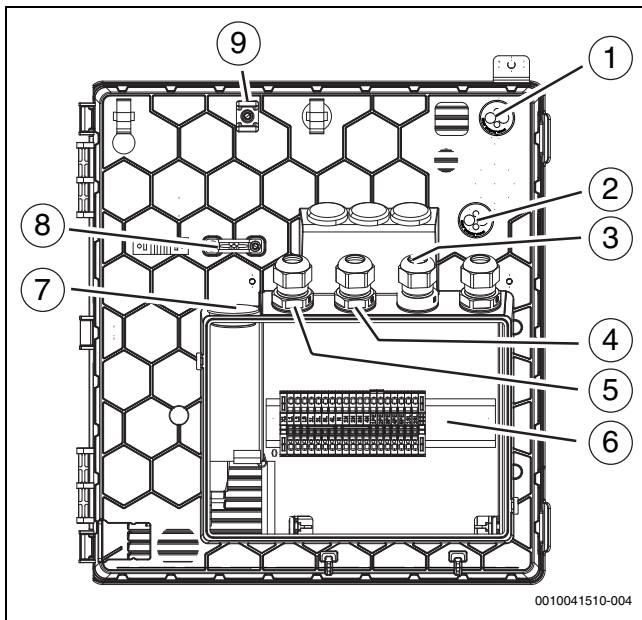

Bild 31 Kabeldurchführungen zum Klemmenkasten
Bei Kabeldurchführungen (→Abbildung 31 [1], [2], [7]) genügt ein kleiner Einstich in die Membran, dann können die Leitungen durchgeschoben werden.
- ▶ Nach dem Einführen der Kabel die Kabelverschraubungen festziehen (→Abbildung 31 [3], [4], [5]).
- ▶ Die festgelegten Befestigungspunkte [9] für die Befestigung der durch die Einführungen geführten Kabel verwenden (→Abbildung 31 [1], [2]).